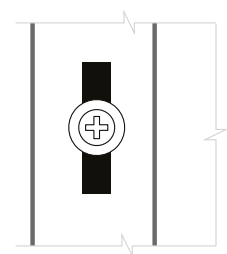

Рис. 19
■ Саморез вкручивается в центр перфорированного отверстия. Если отверстие не попадает на обрешетку, сделайте отверстие просекателем (*рис.19*).